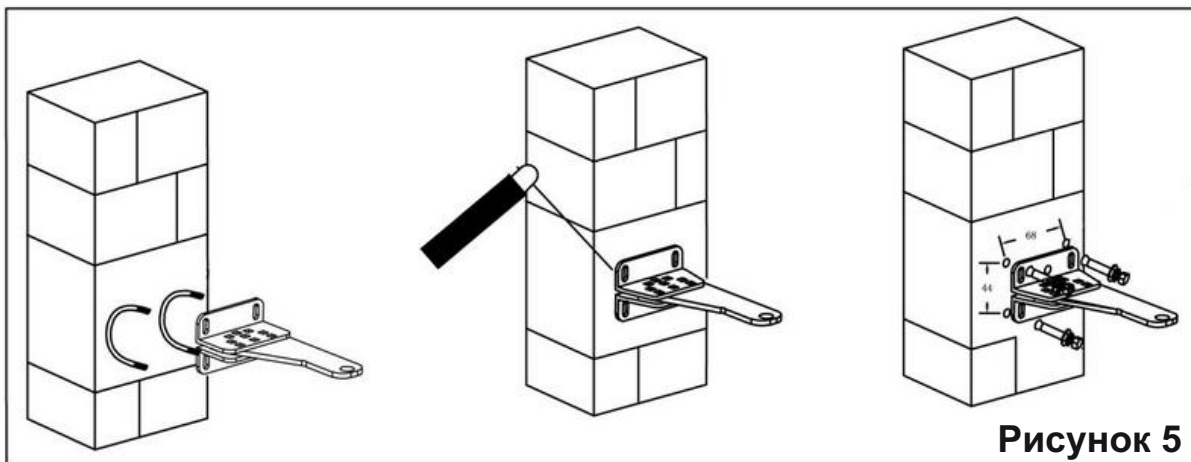

Рисунок 5
5.1 Установка анкеров в просверлённые отверстия. (Рисунок 5, справа).
5.2 Закладная и сварка. (Рисунок 5, по середине)
5.3 Установка на U болты. (Рисунок 5, слева)